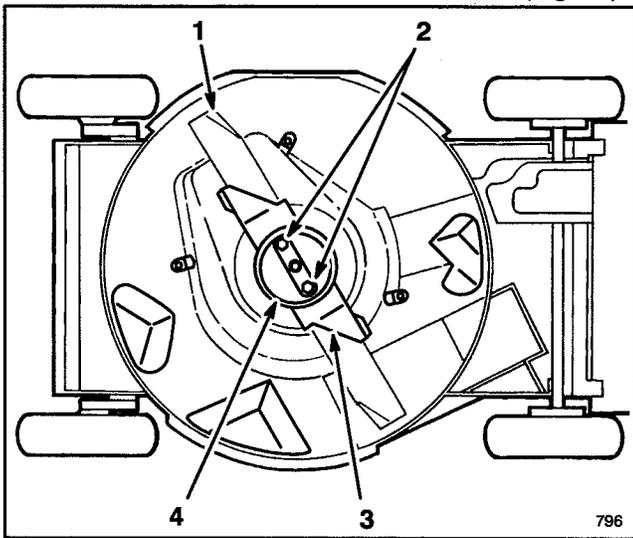

Figure 25
3. Basculer la tondeuse sur son côté droit (Fig. 25).
5. DÉPOSE DE LA LAME – Tenir la lame à son extrémité avec un chiffon ou un gant épais. Retirer les écrous de lame, la coupelle de protection, l'accélérateur et la lame (Fig. 25).